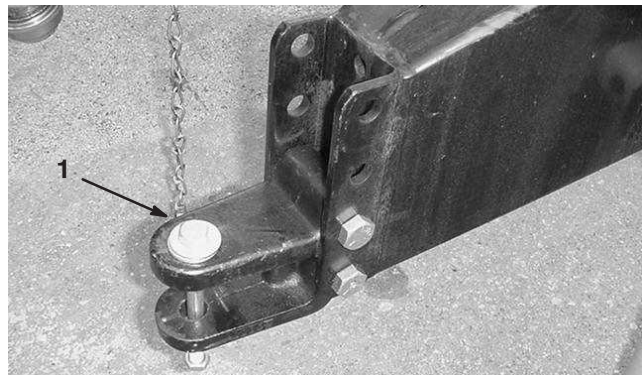

Bild 2
- Nehmen Sie die Schrauben und Sperrmuttern ab, mit denen der Anbauvorrichtungsbolzen am Versa Vac-Rahmen befestigt ist (Bild 2).